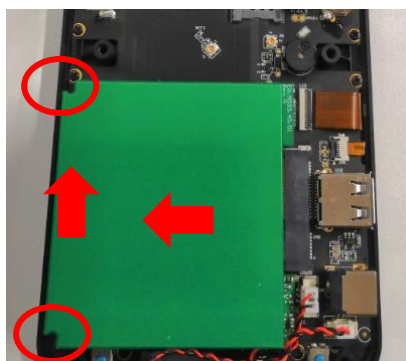

Рисунок 15. Демонтаж модуля эквайринга.
21. Установить модуль эквайринга, строго соблюдая ориентацию разъёма (**Рисунок 15**).